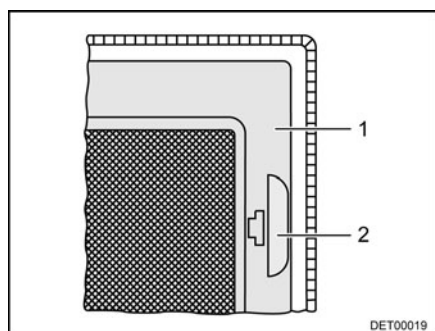

Fig. 43 Protección contra insectos
- Tirar del tirador (Fig. 43,2).
- Plegar hacia abajo la protección contra insectos (Fig. 43,1).
- Plegar hacia arriba la protección contra insectos (Fig. 43,1) hasta que engatille.